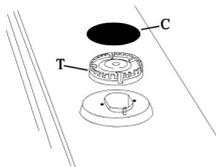
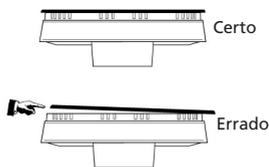

Fig. 5
Fig. 6
- Para a limpeza dos queimadores “T”, espalhadores de chama “C” - [Fig. 5] e a trempe [grelha] utilizar um pano ou uma esponja macia com detergente, sabão neutro ou desengordurantes. Antes de recolocá-los no seu lugar, enxugue-os bem e verifique se todos ficaram limpos e secos. Verifique se estão bem encaixados. [Fig. 6]. Acenda os queimadores e deixe-os ligados por aproximadamente 1 minuto para garantir a secagem completa.
- Ao remontar os queimadores e espalhadores de chama, após a limpeza, observar seus perfeitos encaixes [Fig. 6].